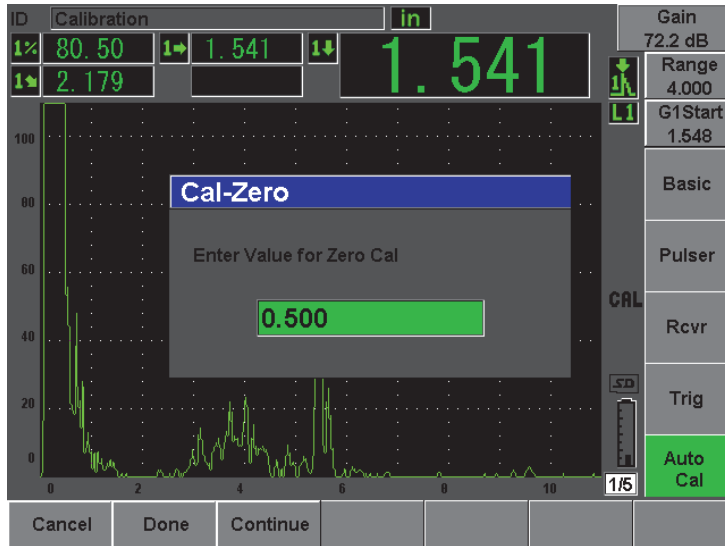

图 10-27 输入零位校准厚度值
- 待读数稳定后, 选择 **Auto CAL** (自动校准) > **CAL-Zero** (校准零位)。屏幕被冻结, 并出现 **Cal-Zero** (校准零位) 窗口 (参见第 189 页的图 10-27)。